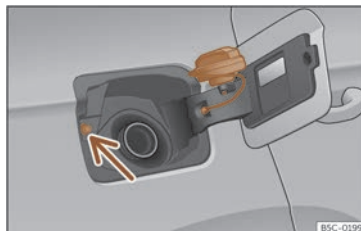

Abb. 209 Tankklappe mit aufgestecktem Tankverschluss.
- Platzieren Sie den Verschluss in der Aussparung, die sich im Scharnier der geöffneten Tankklappe befindet >>> (Abb. 209).
Nicht den Taster für Tankdeckelverriegelung >>> (**Abb. 209**) (Pfeil) berühren. Das System interpretiert ansonsten, dass der Tankvorgang beendet ist und ein weiteres Betanken ist nicht mehr möglich. Um weiter tanken zu können, drücken Sie erneut den Taster  in der Fahrertür.